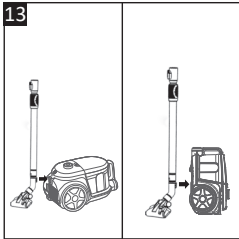

Рис. 13
- Натисніть кнопку звільнення телескопічної трубки (20), щоб втягнути трубку перед паркуванням.
- **Горизонтальне положення паркування** – вставте язичок на горловині щітки для підлоги (18) в паркувальний паз на задній частині пилососа, як показано на рисунку (рис. 13).
- **Вертикальне положення паркування** – поставте пилосос вертикально і вставте язичок на горловині щітки для підлоги (18) в паркувальну паз у нижній частині пилососа, як показано на рисунку (рис. 13).